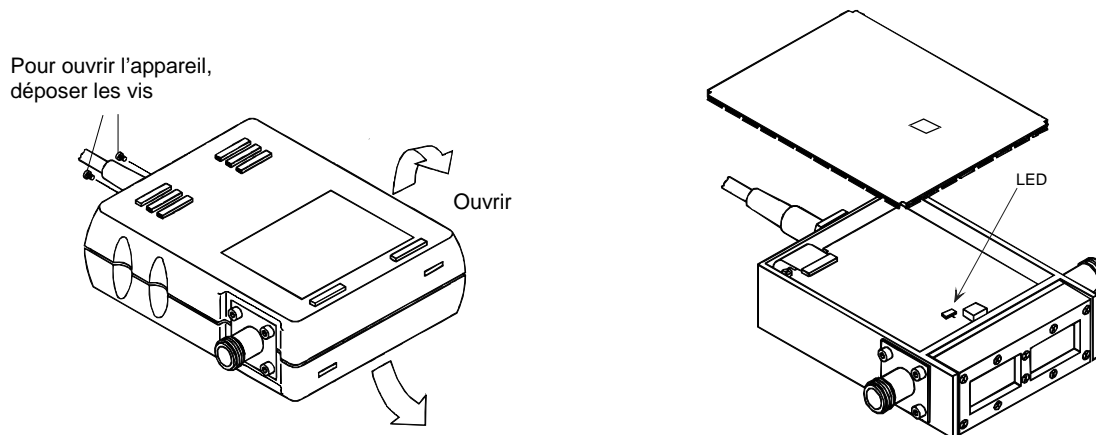

Fig. 4-2 Contrôler l'état de la LED pour le test de mise en marche
- Ouvrir le boîtier de la tête de mesure (Fig. 4-2).
Ouverture de la tête de mesure (voir Fig. 4-2):